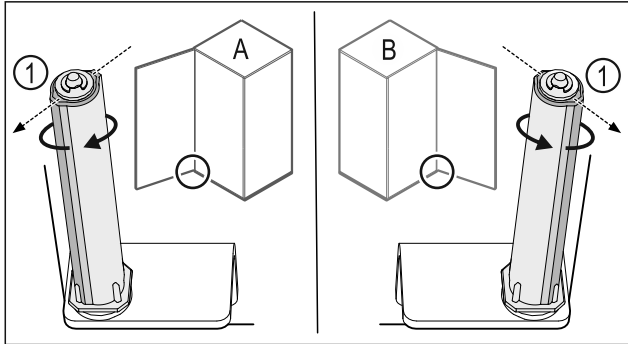

Fig. 41 Левое навешивание (A) / правое навешивание (B)
- ▶ Поворачивайте систему закрытия, преодолевая сопротивление до тех пор, пока ее ребро Fig. 41 (1) не будет направлено наружу.